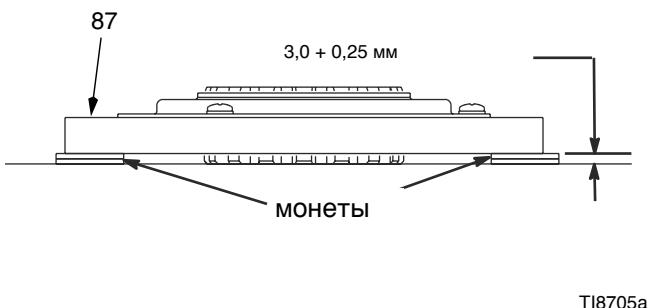

Рис. 8
- Рис. 8. Разместите две стопки из двух мелких монет на ровной поверхности верстака.
- Поместите якорь (87) на две стопки монет.